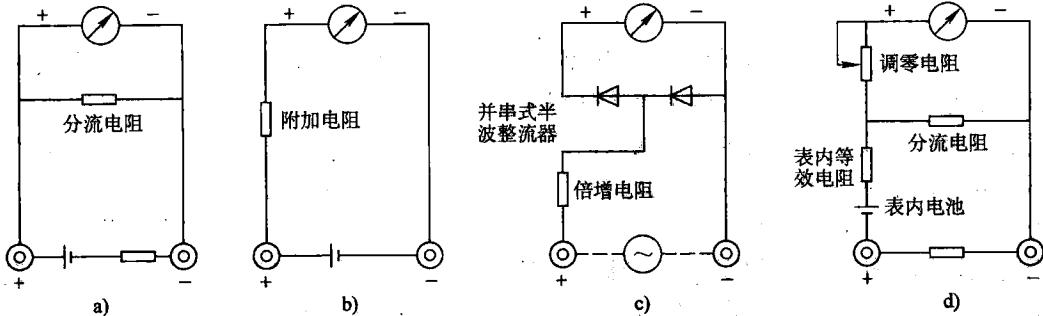

图 2—10 测量原理图
1) 测直流电流原理。如图 2—10a 所示，在表头上并联一个适当的电阻（叫做分流电阻）进行分流，就可以扩展电流量程。改变分流电阻的阻值，就能改变电流的测量范围。
2) 测直流电压原理。如图 2—10b 所示，在表头上串联一个适当的电阻（叫做附加电阻）进行降压，就可以扩展电压量程。改变附加电阻的阻值，就能改变电压的测量范围。
3) 测交流电压原理。如图 2—10c 所示, 因为表头是直流表, 所以测量交流时, 需加装一个并串式半波整流电路, 将交流进行整流变成直流后再通过表头, 这样就可以根据直流电压的大小来测量交流电压。扩展交流电压量程的方法与直流电压量程相似。
4) 测电阻原理。如图 2—10d 所示, 在表头上并联和串联适当的电阻, 同时串接一节电池, 使电流通过被测电阻, 根据电流的大小, 就可测量出电阻值。改变分流电阻的阻值, 就能改变电阻的量程。